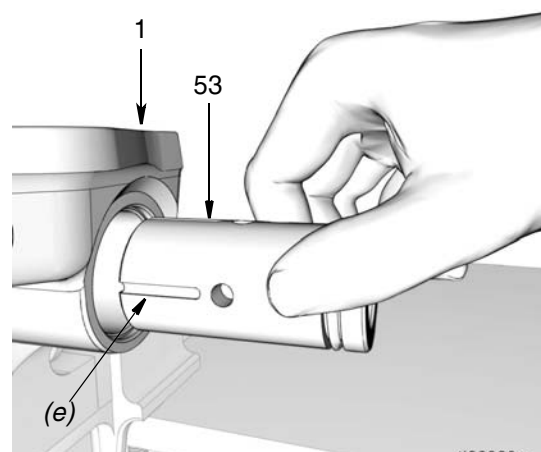

FIG. 41
- c. Monter le manchon de l'élément de pompe (53) dans la base de la pompe (1). Pour déterminer la bonne orientation d'installation, se reporter à la FIG. 41.